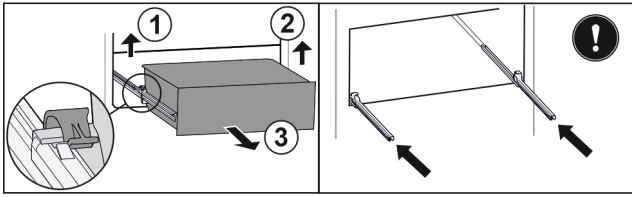

Fig. 118
- ▶ Підняти лівий затискач і одночасно висувний ящик ліворуч потягнути вперед. Fig. 118 (1)
- ▶ Підняти правий затискач і одночасно висувний ящик праворуч потягнути вперед. Fig. 118 (2)
- ▶ Вийняти висувний ящик рухом вперед. Fig. 118 (3)